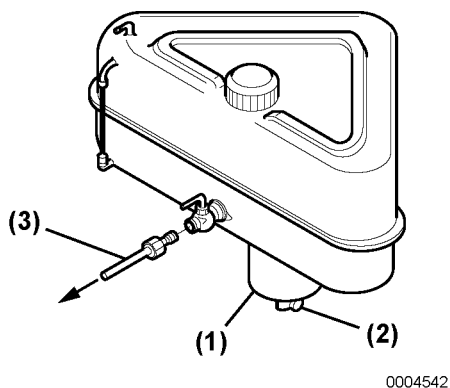

Abbildung 4
2. Behälter unter Ablasshahn (**Abbildung 4, (2)**) stellen, um Kraftstoff aufzufangen.